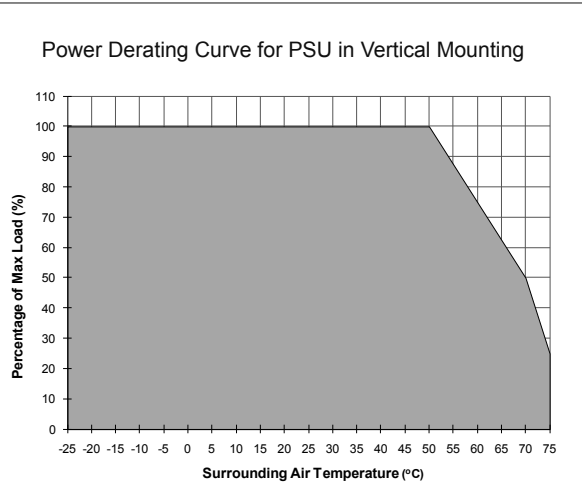

Figure 6
5.4. Temperaturverhalten (Abb. 6)
Betriebstemperaturbereich (Umgebungstemperatur)	-25°C bis +75°C (Leistungsherabsetzung gemäß Abb. 6)